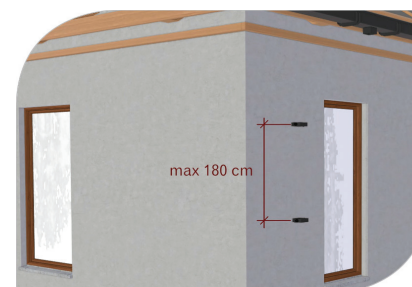

рис. 17
4.1 Закрепите дюбеля на фасадной стене, учитывая толщину теплоизоляции здания, и сохраняя между ними максимальное расстояние 1,8 м. В дюбеля вверните крепления хомутов. На крепления навинтите хомуты (рис. 17,18)